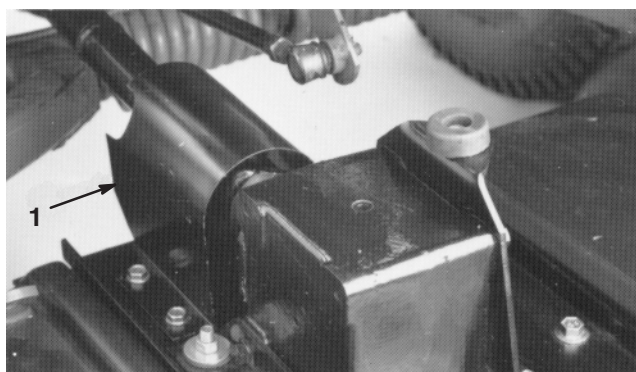

Fig. 4
1. Ta bort de två självgående skruvar som fäster kraftuttagsskyddet vid ovansidan av växellådans fästplatta på klippenheten och ta bort skyddet (fig. 4).